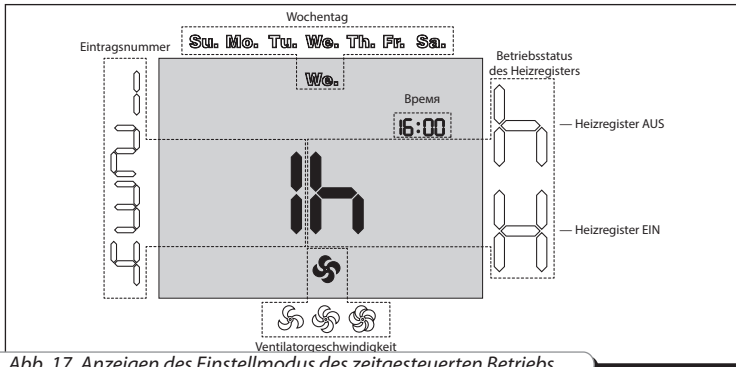

Abb. 17. Anzeigen des Einstellmodus des zeitgesteuerten Betriebs
- Die Einstellparameter für den zeitgesteuerten Betrieb sind in Abb. 17 abgebildet: